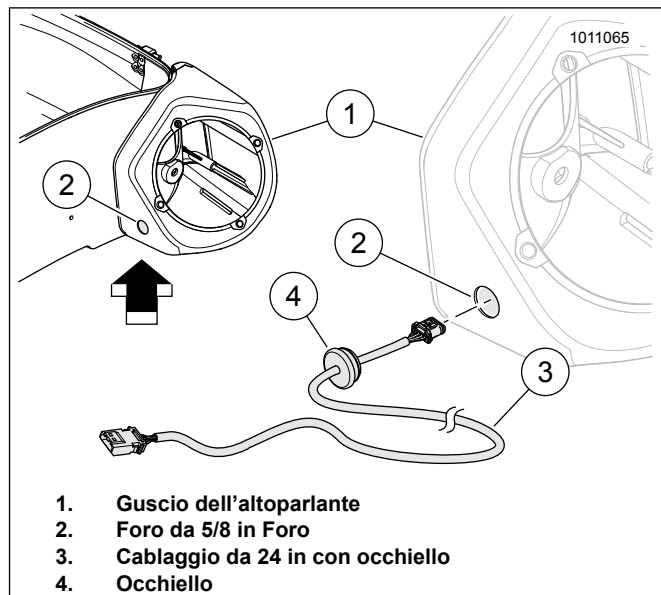

Figura 16. Guscio dell'altoparlante sinistro
Vedere la figura 16. Con un trapano, eseguire un foro da 16 mm (5/8 in) (2) in ogni guscio dell'altoparlante (1), approssimativamente dove indicato.
9. Far scorrere l'occhiello (4) di circa 15 cm (6 in) dall'estremità del cablaggio (3).
10. Inserire l'estremità maschio del cablaggio con occhiello (4). Premere l'occhiello (4) nel foro iniziando da un lato rastremato dell'occhiello. Se installato correttamente, la parte esterna dell'occhiello deve essere appoggiata alla parte esterna del guscio dell'altoparlante. Premere intorno al perimetro dell'occhiello per posizionarlo.